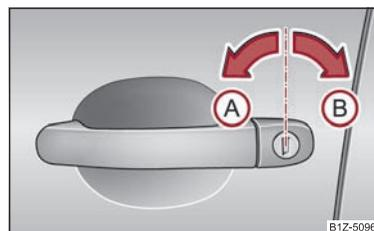

Fig. 25 Rotations de la clé pour déverrouiller et verrouiller
- Tournez la clé dans le cylindre de fermeture de la portière conducteur dans le sens de déplacement (position de déverrouillage) (A) ⇒ fig. 25.
- Tournez la clé dans le cylindre de fermeture de la portière conducteur dans le sens contraire du déplacement (position de verrouillage) **(B)** ⇒ page 41, fig. 25.